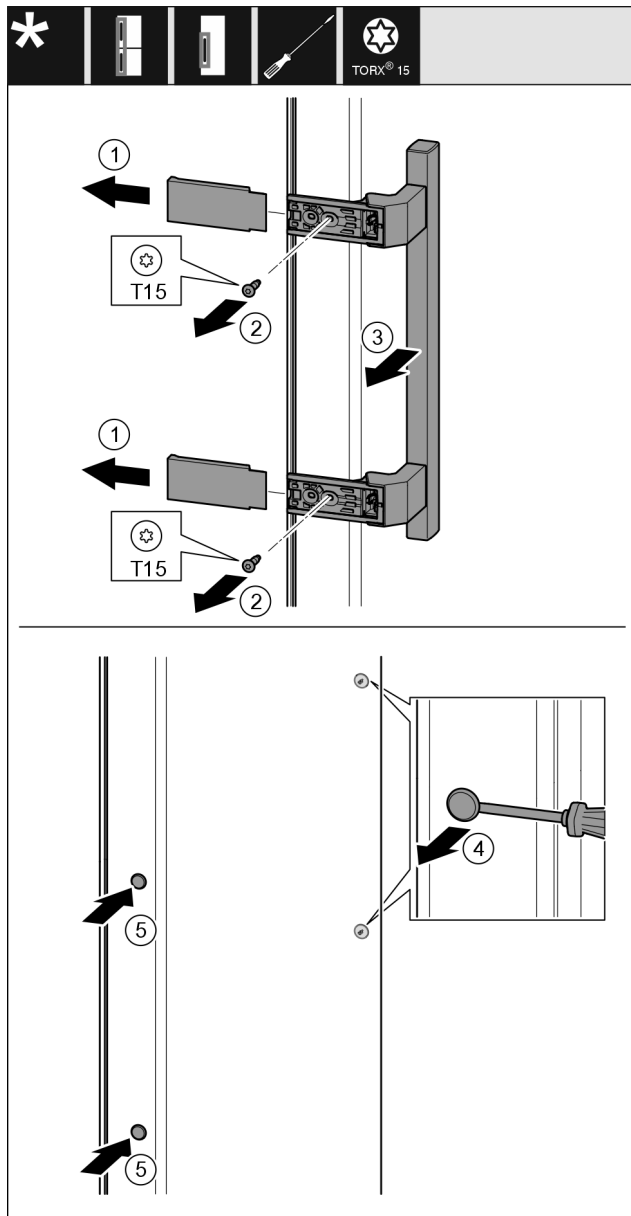

Fig. 19
- ▶ Togliere la copertura Fig. 19 (1).
- ▶ Estrarre le viti Fig. 19 (2) con un cacciavite.
- ▶ Rimuovere la maniglia Fig. 19 (3).
- ▶ Sollevare il tappo laterale Fig. 19 (4) con cautela con un cacciavite a intaglio ed estrarlo.
- ▶ Reinscrivere il tappo Fig. 19 (5) sull'altro lato.